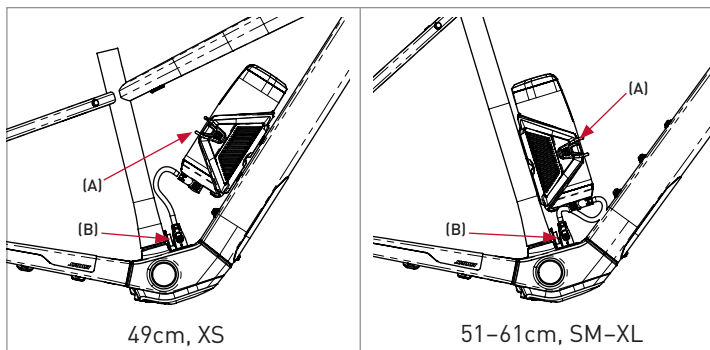

Figure 9
4. Placez la batterie externe du prolongateur d'autonomie eX1 dans le porte-bidon du vélo, attachez la sangle maintenant le prolongateur d'autonomie dans le porte-bidon (A) et branchez le câble du prolongateur d'autonomie (B) à ce dernier et au port de charge avec les fiches positionnées comme indiqué pour la taille du cadre de votre vélo (figure 9).